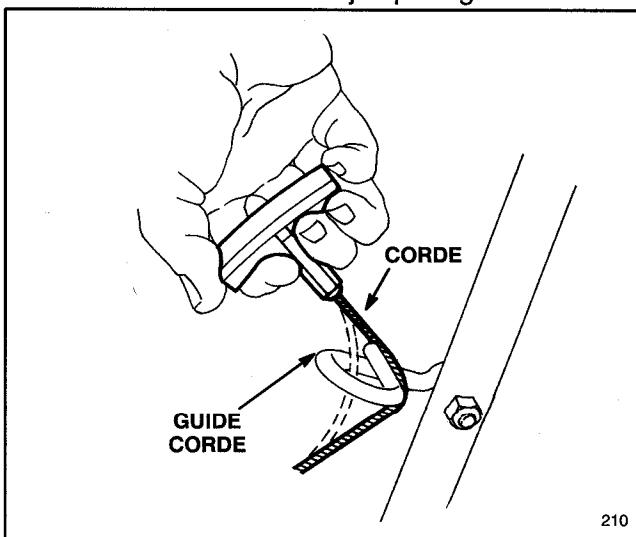

Figure 4
9. Tirer le cordon du démarreur le long du mancheron et le passer dans le guide (Fig. 4). Serrer la barre de commande contre le mancheron de manière à désengager le frein pour permettre au cordon de ouvrir être tiré facilement jusqu'au guide.